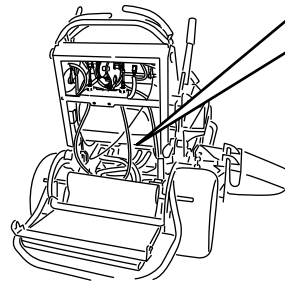

Figura 24
3. Aprite la valvola di bypass su entrambe le pompe facendole ruotare in senso antiorario di 1 o 2 giri. Il fluido idraulico bypassa quindi le pompe, consentendo alle ruote di girare (Figura 24).